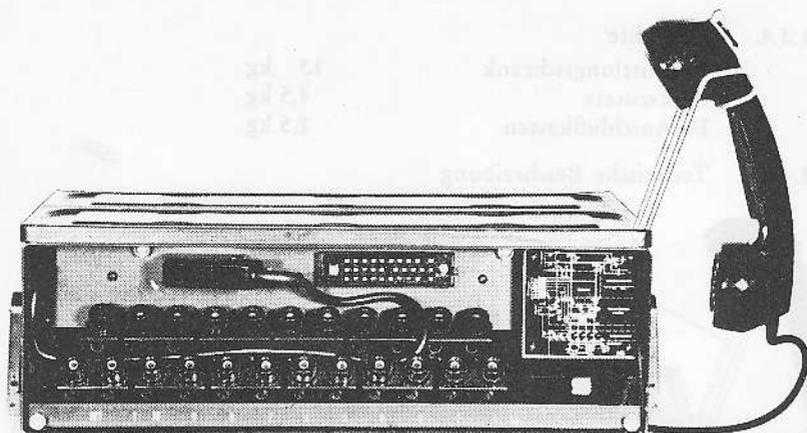

Bild 10
| 1 Rückwand mit Anschlußorganen       | (Bild 10)   |
1.4.1.2. Die Rückwand ist mit 4 Schrauben (Bild 10) am Gehäuse befestigt. An der Innenseite der Rückwand befinden sich die Messerleisten zur elektrischen Verbindung der Einschübe mit der Anschlußleiste. Die Anschlußleiste an der Außenseite der Rückwand (Bild 10) enthält